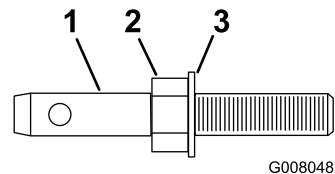

Figure 1
A. Vissez une écrou hexagonal sur chaque axe d'articulation (Figure 1). Insérez une rondelle sur chaque axe d'articulation.